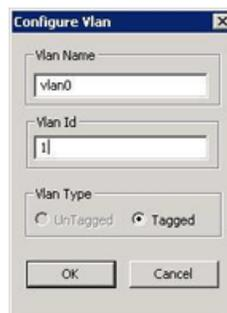

Figure 3-15. Configuration d'un VLAN
3. Dans la boîte de dialogue **Configure VLAN** (Configurer un VLAN) (voir Figure 3-15), entrez des valeurs dans les zones **VLAN Name** (Nom de VLAN) et **VLAN ID** (ID de VLAN), cliquez sur un **VLAN Type** (Type de VLAN) approprié, puis cliquez sur **OK**.